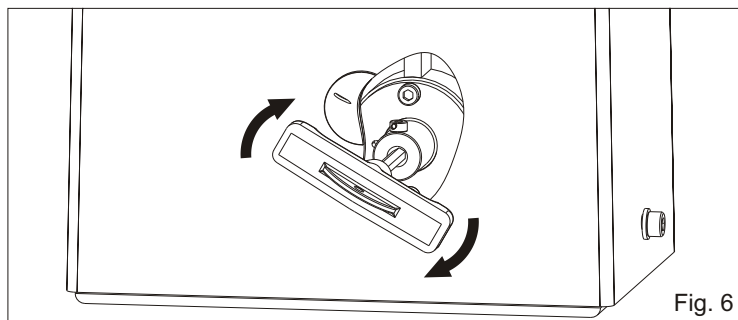

Fig. 6
- Introducir la llave hexagonal a T provista en dotación en el apropiado agujero y volverla en dirección horaria hasta la detención sin forzar (Fig. 6).